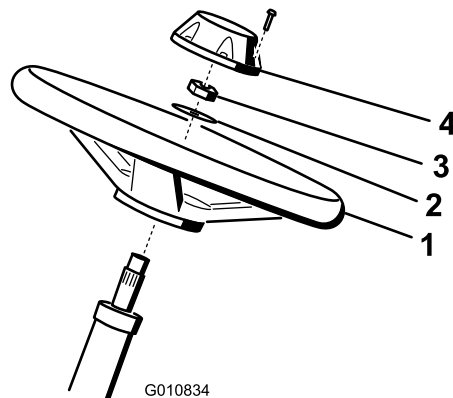

图4
1. 将方向盘滑入转向轴 (图4)。
2. 将垫圈滑入转向轴 (图4)。
3. 使用锁紧螺母将方向盘固定到转向轴上, 旋紧至 27~35Nm (图4)。
4. 将中心盖安装到方向盘上, 并用螺丝固定 (图4)。